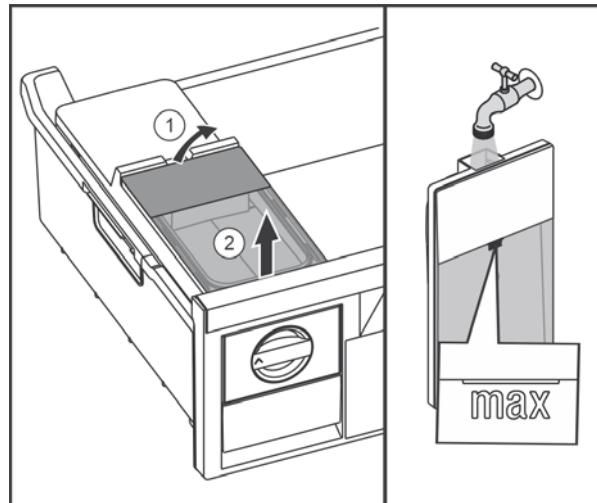

Fig. 45
- Поднять бак для воды сзади Fig. 45 (1) и извлечь движением верх Fig. 45 (2).